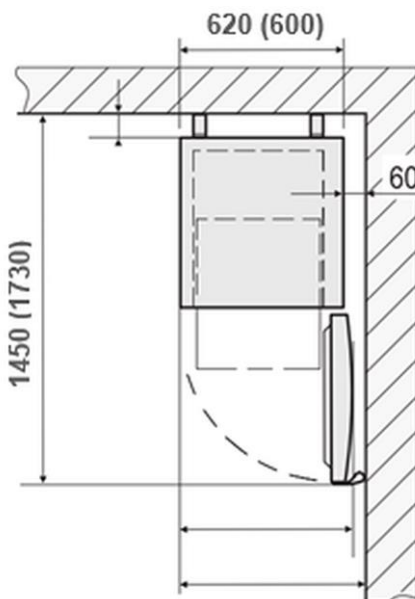

Fig. 7
- Hvis apparatet skal installeres i et hjørne, skal der være en sideafstand på mindst 60 mm (fig. 7).